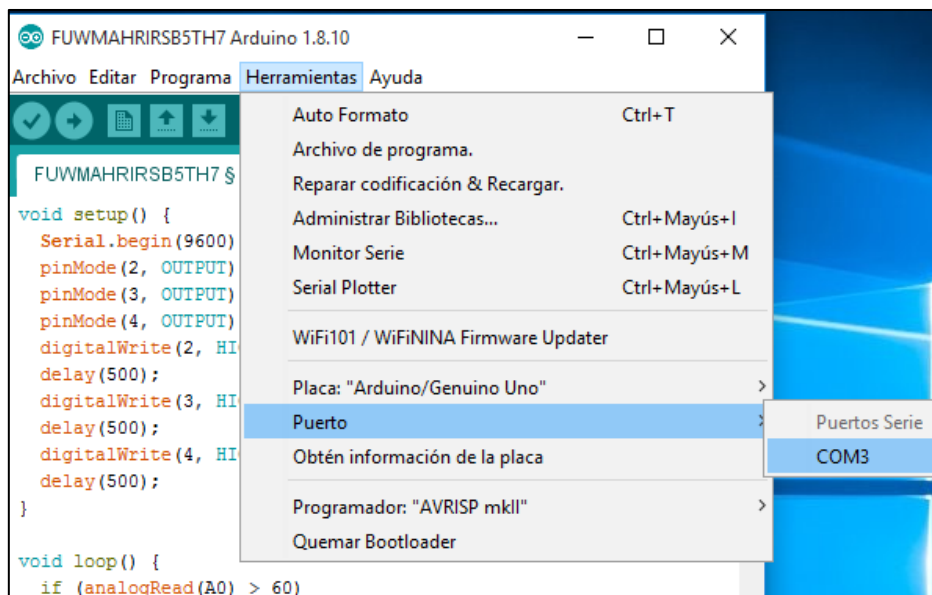

Figura 19. Selección del puerto
- Según la figura 19. Una vez seleccionado el modelo de nuestra placa tendremos que seleccionar el dispositivo serie de la placa: